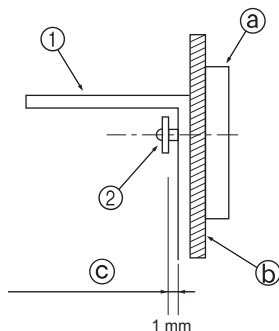

Fig. 3-4
- Bevestig de beugel eerst aan de muur en draai hierna de schroef aan zodat de beugel op en neer kan worden geschoven. (Fig. 3-4)
- ① Beveiligingsbeugel
- ② Zelftappende schroef